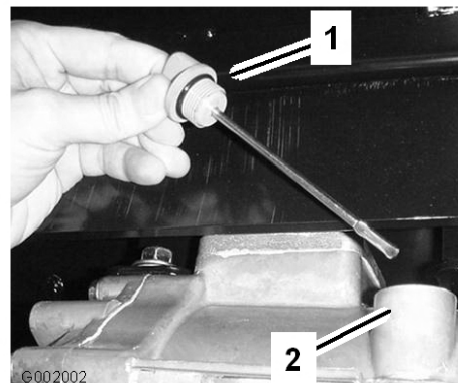

Figura 64
2. Retire la varilla del transeje y límpiela con un paño limpio (Figura 64).